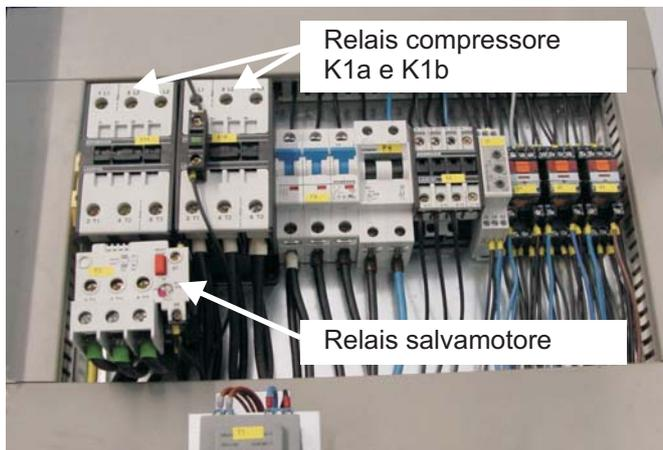

Figura 4: relais salvamotore e relais del compressore
2) Rimuovere i ponti metallici presenti nel circuito corrente principale (figura 4) e applicare sull'estremità del cavetto una semplice capicorda.